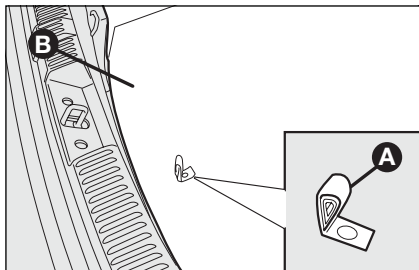

fig. 2
- zet de motor uit en trek de handrem aan; schakel de eerste versnelling of de achteruit in; verwijder met de handgreep **A**-fig. 2 de afdekplaat **B**;